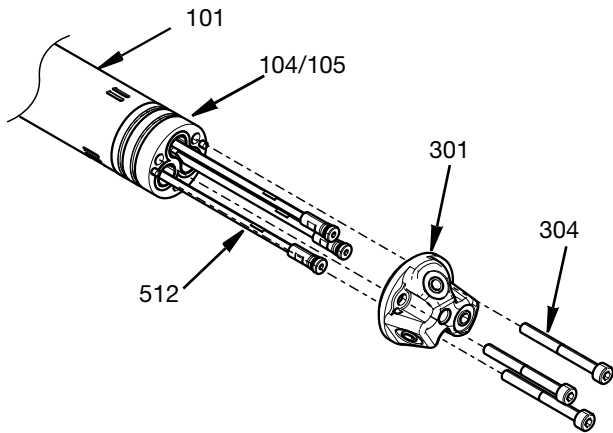

FIG. 12
4. Desaparafusar os três parafusos sextavados M4 (304) que fixam a cabeça do bico (301) e o adaptador (104/105) à extremidade frontal do corpo central (101). As hastas da válvula de corte (512) podem então ser removidas. Consulte a FIG. 12.